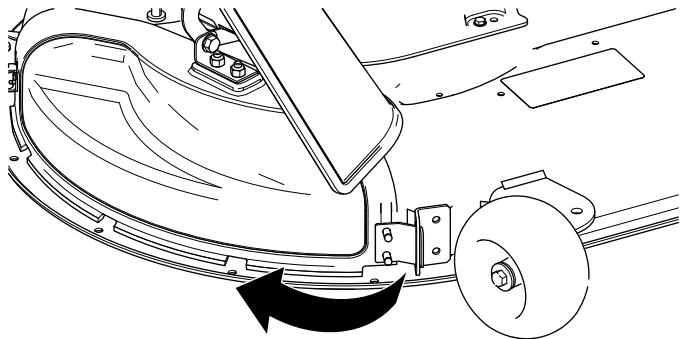

Figure 15
- Ramenez le couvercle d'éjection vers le plateau de coupe de sorte à les aligner (Figure 15).